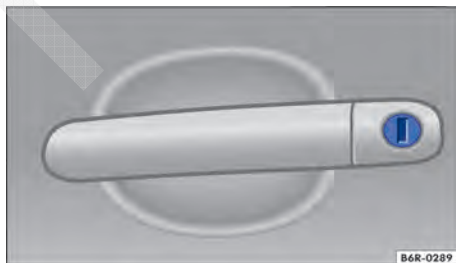

Fig. 52 Maçaneta da porta do condutor com cilindro da fechadura.
- Introduzir a haste da chave no cilindro da fechadura e destravar ou travar o veículo → Fig. 52. <